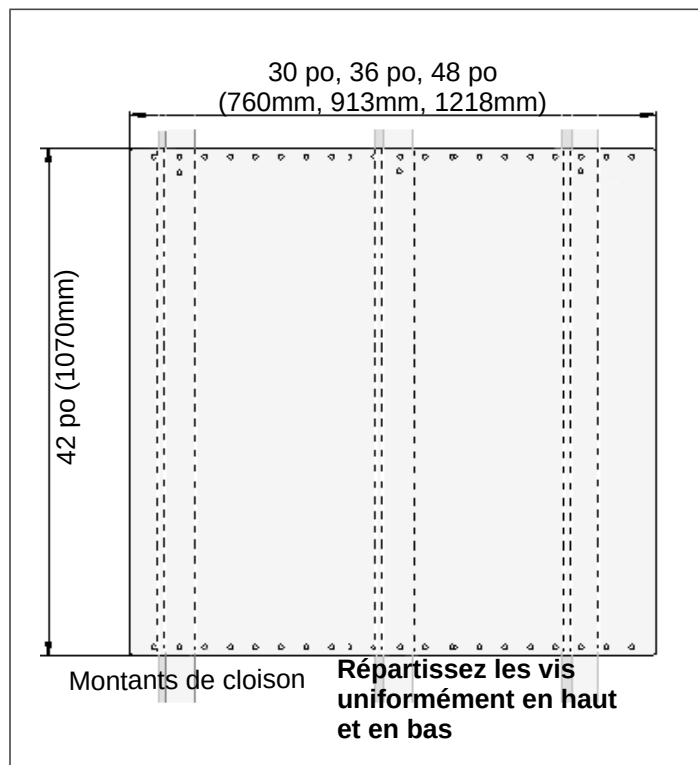

FIGURE 11: INSTALLATION DU DOSSIERET DE PROTECTION
3. Utilisez deux vis fournies pour fixer le haut et le bas du dossieret de protection dans chaque montant de cloison (voir Figure 11).